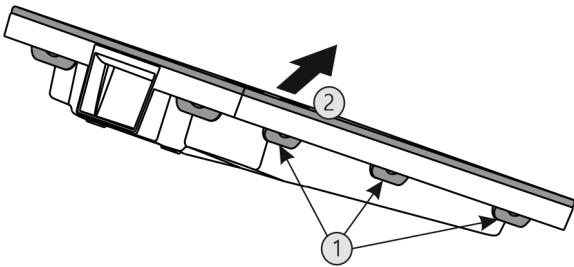

Fig. 39
- ▶ Presione todas las pestañas Fig. 39 (1) una tras otra y retire la cubierta Fig. 39 (2).